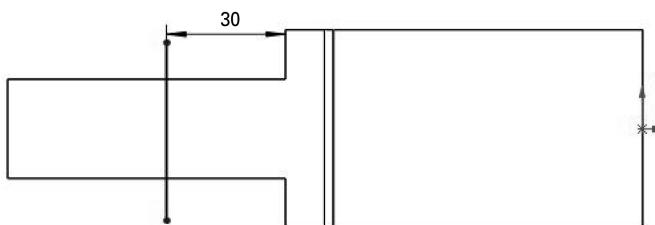
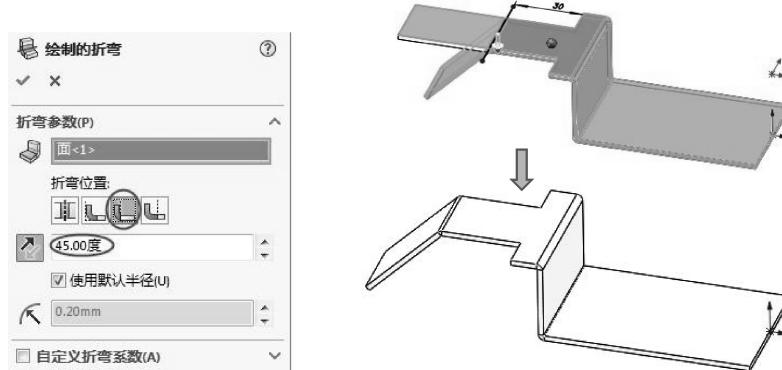

图 6-50 绘制草图直线
图 6-51 创建绘制的折弯
- 06 创建绘制的折弯。在转折上绘制草图直线，如图6-50所示。单击【钣金】选项卡中的【绘制的折弯】按钮 $\square$ ，弹出【绘制的折弯】属性面板，选择固定面，在【转弯角度】数值框中输入45，若有必要，单击【反向】按钮 $\square$ ，完成绘制折弯的创建，如图6-51所示。